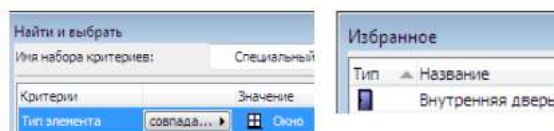

Рисунок 7.34
9. В панели **Избранное** активируйте элемент **Стена подвальная** двойным щелчком на его имени в списке (рисунок 7.34).